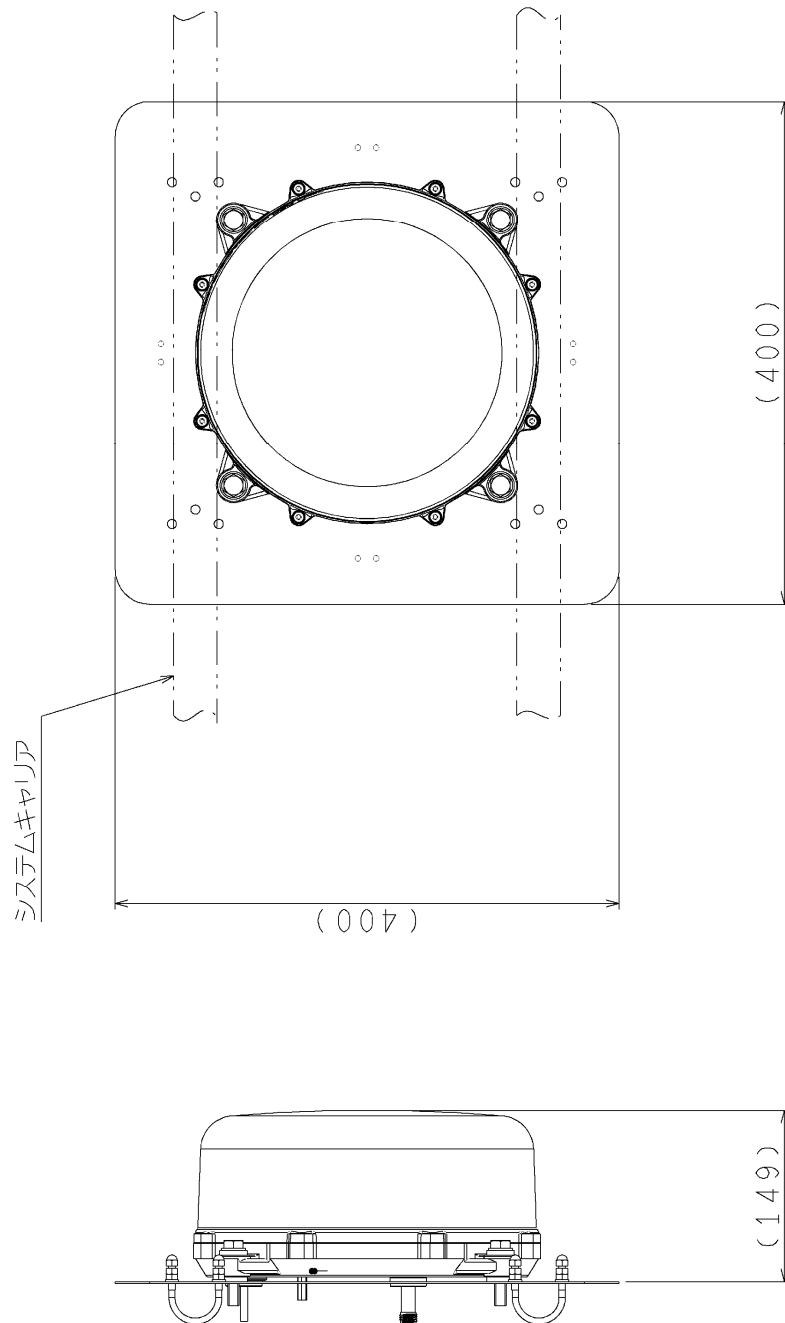

図 3-5 衛星アンテナ取付金具（車載用）01（アンテナ取付時）
- 図3-5 衛星アンテナ取付金具 (車載用) 01 (アンテナ取付時) 2-10